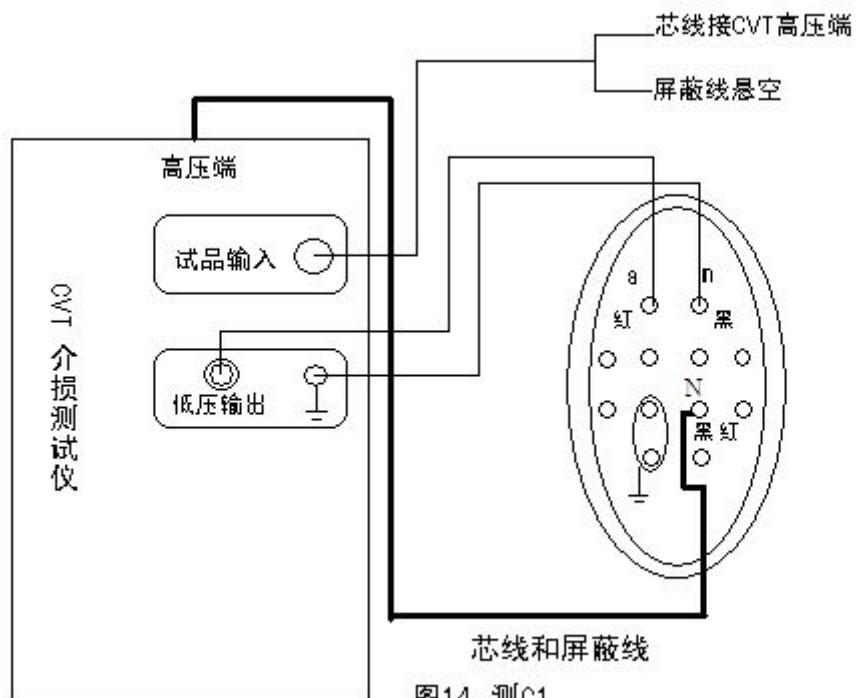

图14 测C1
(2) 测C1：接线见图14，基本操作同测C2。
(3) 注意：只有在CVT测试模式下测C1、C2；在正接或反接法下会损坏CVT！！！